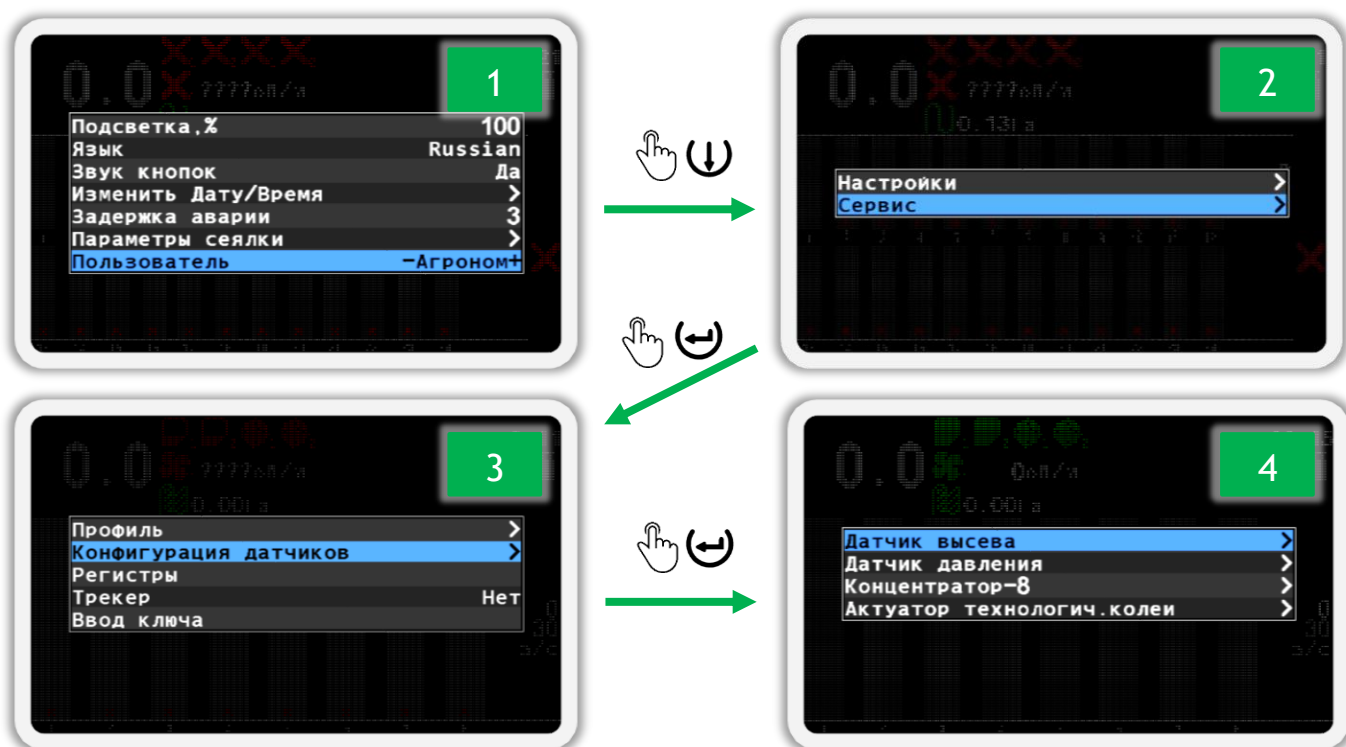
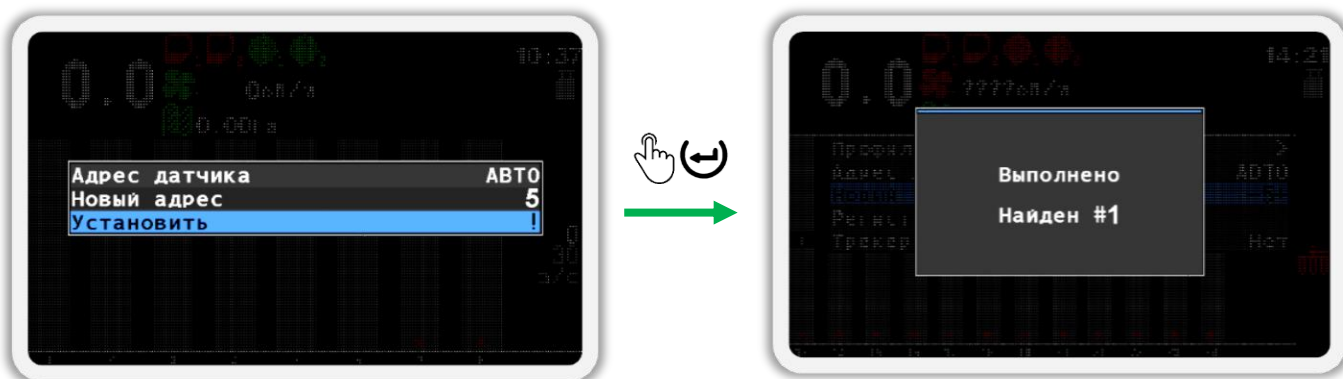
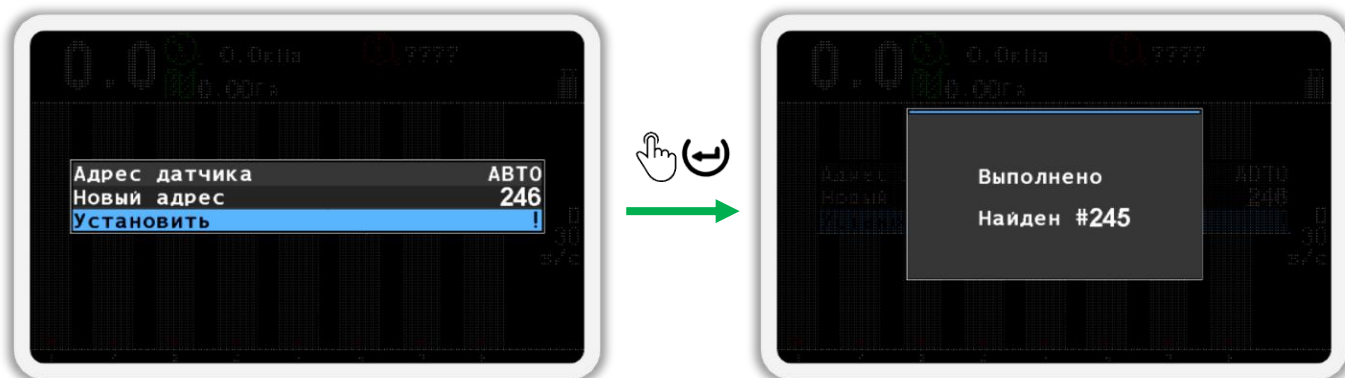

Рисунок 74
Рисунок 76
Рисунок 78
10. Выйдите из меню «Настройки» (см. Рисунок 74 п.1) и вернитесь в меню главного экрана. Для этого нажмите кнопку  «Назад».
11. Выберите пункт меню  «Сервис» (см. Рисунок 74 п.2) и нажмите кнопку  «Меню». В результате на экране будет показано меню «Сервис» (см. Рисунок 74 п.3).
12. Выберите пункт меню  «Конфигурация датчиков» и нажмите кнопку  «Меню». В результате будет показано меню «Конфигурация датчиков» (см. Рисунок 74 п.4).
2. В экране меню «Конфигурация датчиков» (см. Рисунок 74 п.4), кнопками  «Вверх» и  «Вниз» выберите пункт  «Датчик высева» и нажмите кнопку  «Меню». В результате откроется меню «Датчик высева». (см. Рисунок 76 слева).
3. Кнопками  «Вверх» и  «Вниз» выберите пункт  «Адрес датчика» и убедитесь, что выбрано значение «АВТО» (см. Рисунок 76 слева). Для изменения этого параметра используются кнопки  «Плюс» и  «Минус».
4. Кнопками  «Вверх» и  «Вниз» выберите пункт  «Новый адрес» и кнопками  «Плюс» и  «Минус» задайте новый программный адрес (см. Рисунок 76 слева).
5. Кнопками  «Вверх» и  «Вниз» выберите пункт  «Установить» и нажмите кнопку  «Меню». В результате удачного переименования на экран будет выведено сообщение - «Выполнено» (см. Рисунок 76 справа).
1. В экране меню «Конфигурация датчиков» (см. Рисунок 74 п.4), кнопками  «Вверх» и  «Вниз» выберите пункт  «Датчик давления» и нажмите кнопку  «Меню». В результате откроется меню «Датчик давления» (см. Рисунок 78 слева).
2. Кнопками  «Вверх» и  «Вниз» выберите пункт  «Адрес датчика» и убедитесь, что выбрано значение «АВТО» (см. Рисунок 78 слева). Для изменения этого параметра используются кнопки  «Плюс» и  «Минус».
3. Кнопками  «Вверх» и  «Вниз» выберите пункт  «Новый адрес» и кнопками  «Плюс» и  «Минус» задайте новый программный адрес (см. Рисунок 78 слева).
4. Кнопками  «Вверх» и  «Вниз» выберите пункт  «Установить» и нажмите кнопку  «Меню». В результате удачного переименования на экран будет выведено сообщение - «Выполнено» (см. Рисунок 78 справа).
- В экране меню «Конфигурация датчиков» (см. Рисунок 74 п.4), кнопками  «Вверх» и  «Вниз» выберите пункт  «Концентратор-8» и нажмите кнопку  «Меню». В результате откроется меню «Концентратор-8» (см. Рисунок 80).